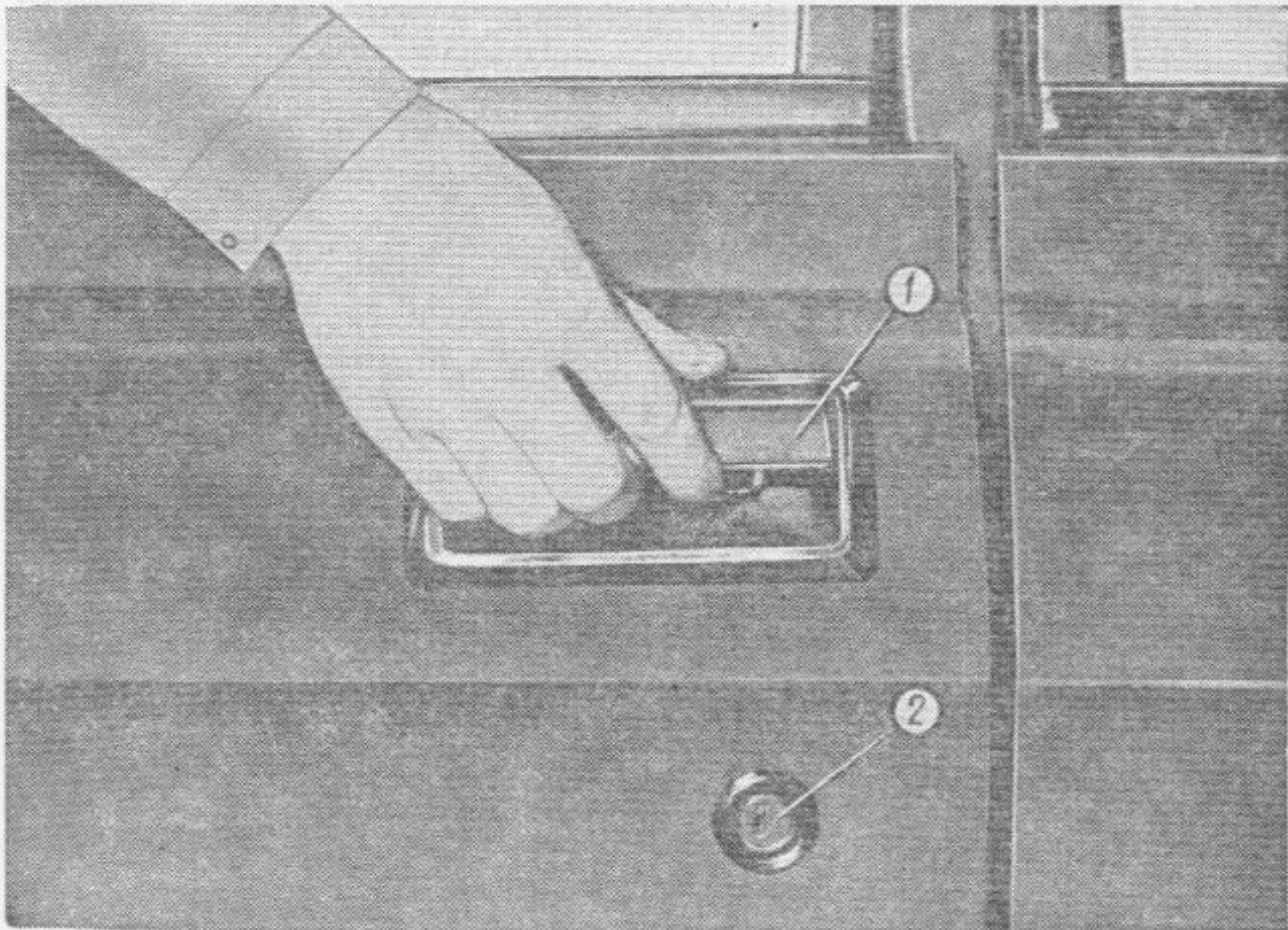

Bild 8. Außengriff der linken Vordertür:
1. Auf der Außentafel einer jeden Seitentür des Kraftwagens ist Griff 1 (Bild 8) vorhanden, der dazu dient, die Türverriegelung zu befreien und die Tür zu öffnen. Auf der linken Vordertür ist unter dem Griff Türschloß 2 angeordnet, welches mit einem Schlüssel betätigt wird.